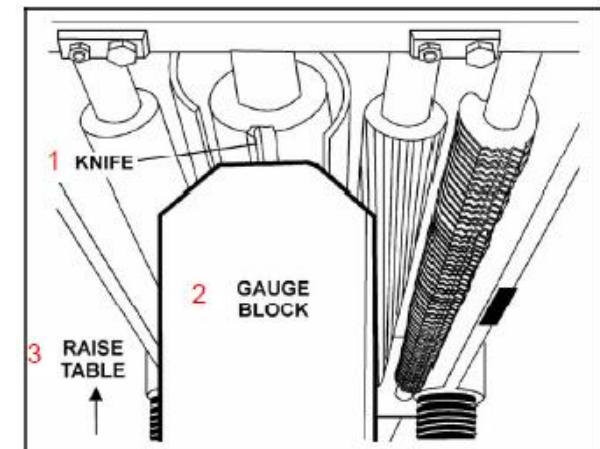

Рис. 21: 1 – нож, 2 – подъем стола, 2 - калибр
2. Поставить калибр (*Рис. 21*) на рабочий стол непосредственно под режущей кромкой ножа или режущей пластины, как показано на рисунке. Привести в легкий контакт с режущей кромкой, немножко приподняв стол.